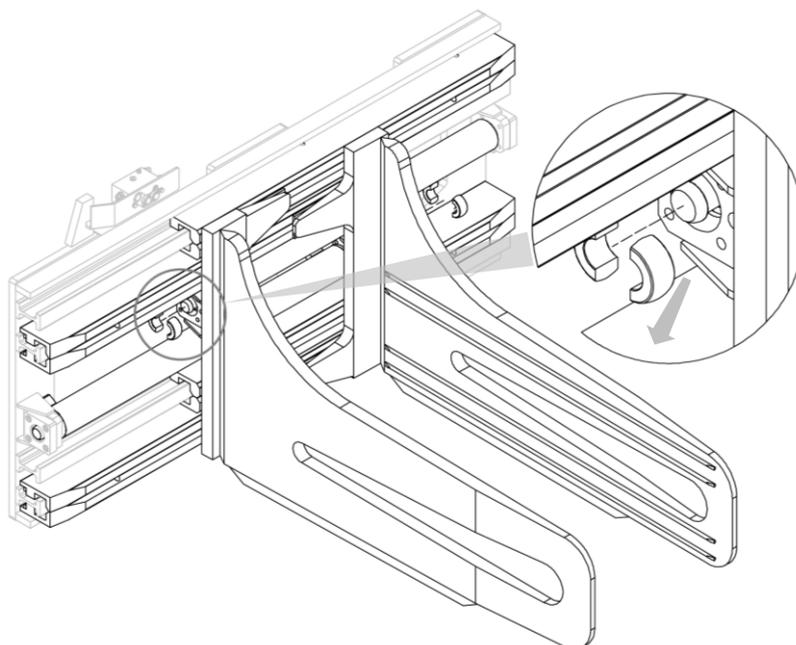

Figura 17
3. Rimuovere i collari di bloccaggio (vedi *Figura 17*).